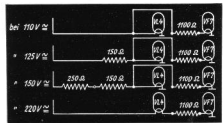

Bild 380. Heizkreis eines Empfängers VF 7 VL 4 mit Umschaltung für verschiedene Netzspannungen
b) **Ein- bzw. Mehrkreisempfänger (VF 7, VL 4, AZ 1 oder VY 1).** Die Schaltung des Heizkreises für diesen Empfänger zeigt Bild 380. Verwendet man an Stelle der AZ 1 die VY 1, so wird diese einfach an Stelle des 1100-Ω-Widerstandes eingeschaltet.